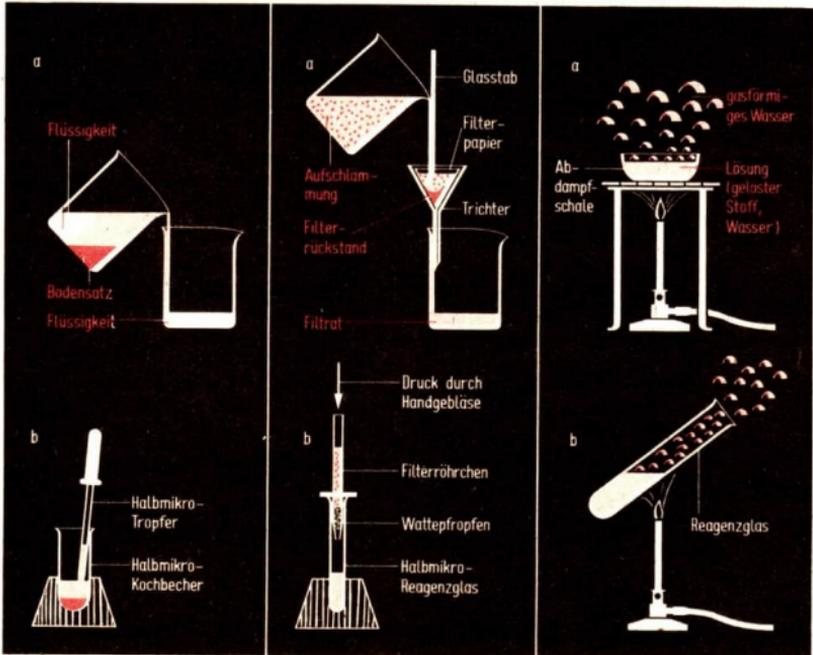

Abb. 8 Dekantieren. Vor dem Dekantieren läßt man absetzen.
10 Ein Teil einer Aufschlämmung von Kreidepulver in Wasser trennt man durch Dekantieren (Abb. 8), einen zweiten durch Filtrieren (Abb. 9).
■ Aus einer Aufschlämmung von Kreidepulver in Wasser setzt sich das Kreidepulver nach einiger Zeit als **Bodensatz** ab (Experiment 10). Es hat eine größere Dichte als das Wasser. Die Flüssigkeit über dem Bodensatz kann dann vorsichtig abgegossen oder abgesaugt (dekantiert) werden (Abb. 8). Eine vollständige Trennung der Stoffe ist beim Dekantieren nur sehr schwer zu erreichen. Das Dekantieren wird auch in der Industrie angewendet. Zur Gewinnung von Kalidüngesalzen werden Kalisalze aus den Salz-
- ① Schüttele folgende Stoffe jeweils mit Wasser: a) Sand; b) Mehl; c) Zucker; d) Fewa! Entscheide, in welchen Fällen Lösungen und in welchen Aufschlämungen entstanden sind! Begründe deine Entscheidung!
- ② Wie sind die Salzlagerstätten entstanden? Wo werden in unserer Republik Kalisalze abgebaut und zu Kalidüngemitteln verarbeitet (↗ Atlas)?
- ③ Was ist in einer Aufschlämung zu erwarten, in der die Dichte des festen Stoffes geringer ist als die Dichte der Flüssigkeit (z. B. Korkpulver und Wasser)?